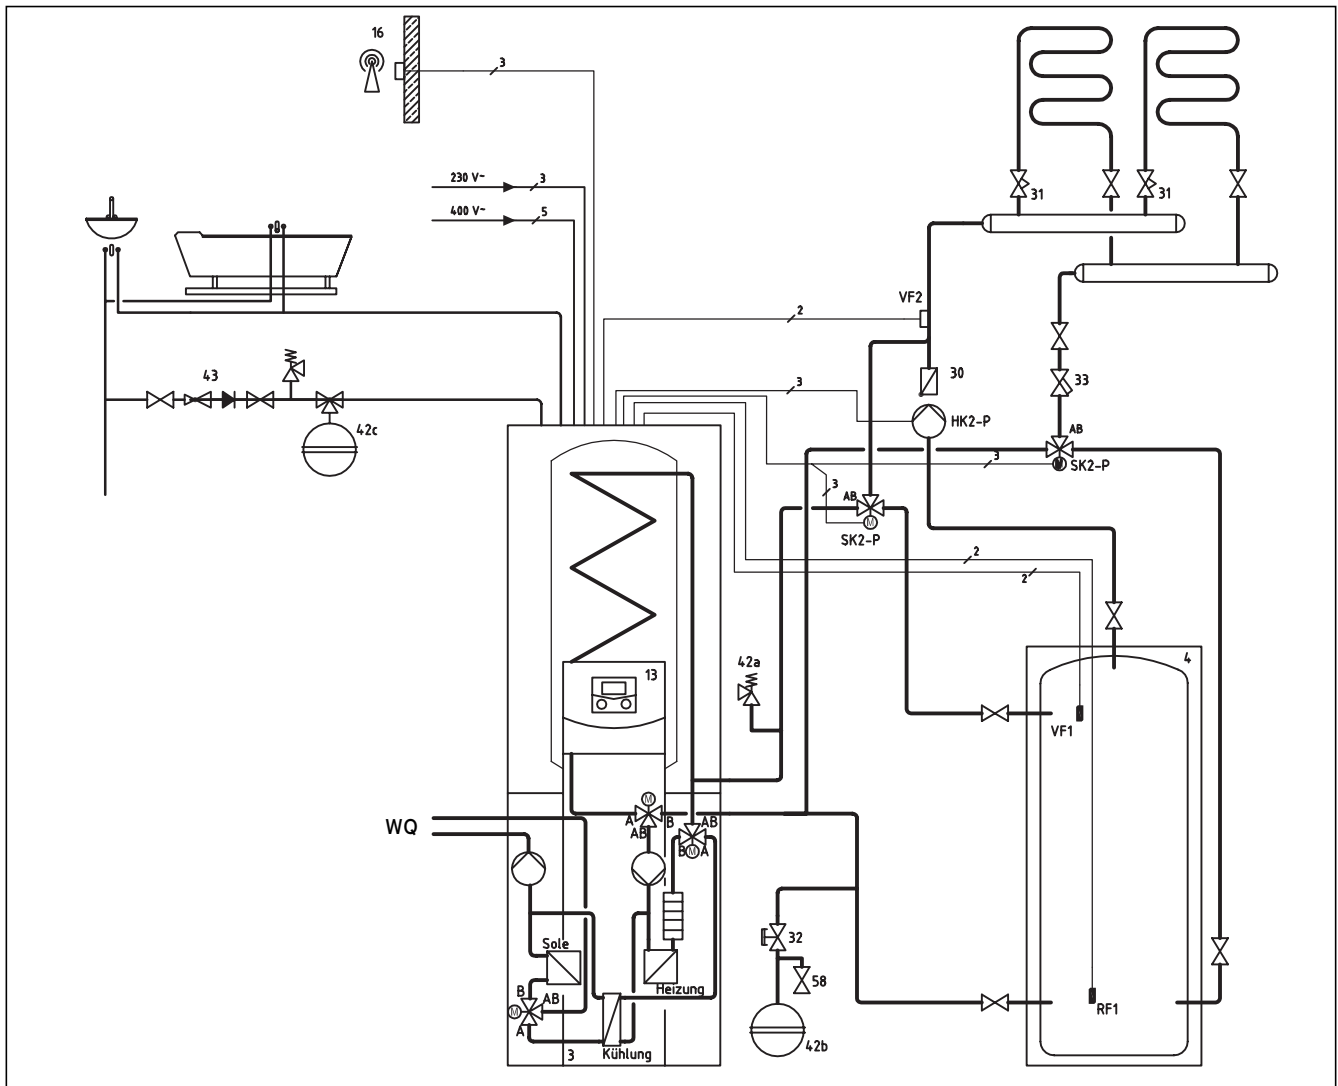

Bild 6.10 Hydrauliska schema 8
Teckenförklaring till bild 6.10
- Anslut DCF-mottagaren enligt bild 6.10:
- Sätt den främre övre täckplåten (bild 6.10, pos. 1) på värmepumpen och sätt fast den med två skruvar.